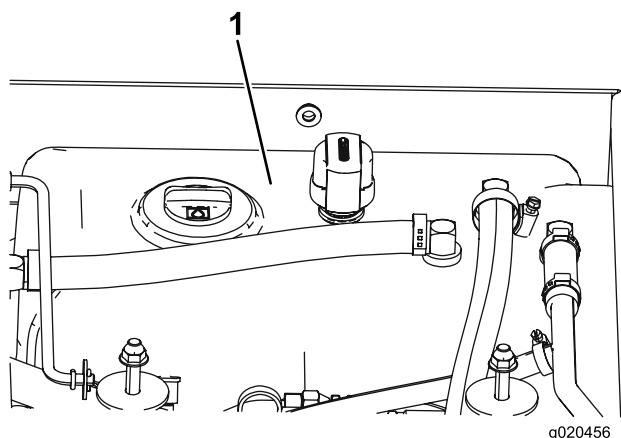

図 72
3. オイルタンク 図 72 に適量のオイルを入れる「油圧オイルを点検する」を参照。